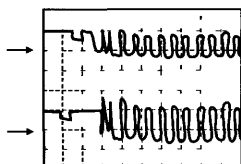

Рис. 26. Осциллограммы сигналов для диагностики неисправных узлов
— медленно увеличивают напряжение внешнего ИП до 17 В. При напряжении 14 В на выводе 3 микросхемы 7520 должны появиться импульсы запуска силового ключа (осциллограмма 1 на рис. 26);
– если наблюдаемый сигнал соответствует осциллограмме 2 на рис. 26 и потребляемый ток около 100 мА, то скорее всего цепь строчной ОС разомкнута. Проверяют наличие контакта в соединителе L91, исправность (обрыв) строчных катушек ОС, регулятора линейности 5421, конденсатора S-коррекции 2427.